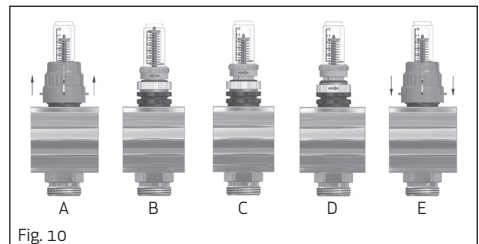

Fig. 10
- a. Verwijder de oranje beschermkap Fig. 10-A.
- b. Sluit de debietmeter door de bovenste ring in uurwijzerzin te draaien (Fig 10-B)
- c. Open de debietmeter door de bovenste ring in tegenuurwijzerzin te draaien (Fig. 10-C) tot u het gewenste kringdebiet hebt bereikt.
- d. Draai de onderste ring in tegenuurwijzerzin tot tegen de aanslag (Fig. 10-D).
- e. Plaats de beschermkap opnieuw over de debietmeter (Fig. 10-E).